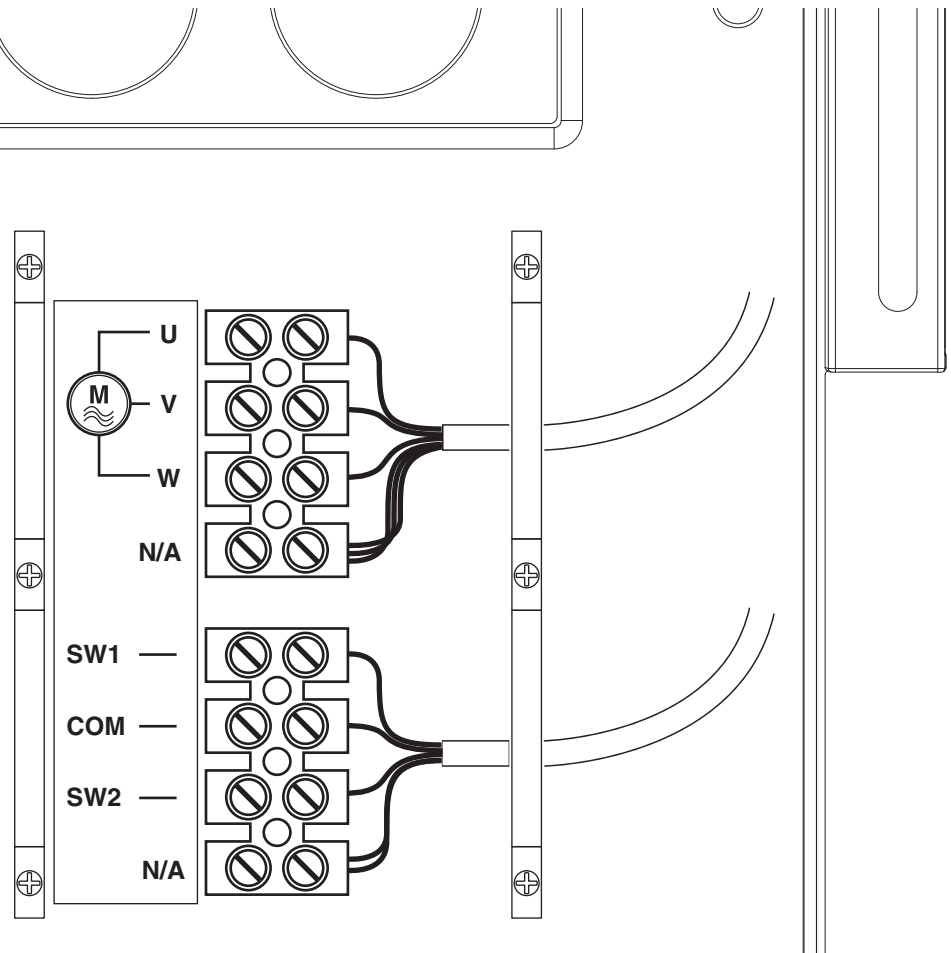

Fig.12b
N.B.: Le versioni 400V trifase possono essere utilizzate anche in 230V trifase variando il collegamento da stella a triangolo come da fig. 12b
N.B.: Models 400V three-phase can be used also at 230V three-phase by changing from a star connection to a triangle one as per fig. 12b.
N.B.: Die dreiphasigen Ausführungen für 400V können dreiphasig auch für 230V verwendet werden, wenn der Stern-Dreieck-Anschluss laut Abb. 12b geändert wird.
N.B.: Les versions 400V triphasé peuvent également être utilisées en 230V triphasé en changeant la connexion d'étoile à triangle, suivant la marche illustrée à la fig. 12b.
N.B.: Las versiones 400V trifásica pueden ser utilizadas también con 230V trifásica cambiando la conexión de estrella a triángulo, procediendo como mostrado en la fig. 12b.
UWAGA: Wersja 400V trójfazowa może być używana także przy zasilaniu 230V trójfazowym po zmianie połączeń z gwiazdowego na trójkątowe, tak jak to jest pokazane na rys. 12b.